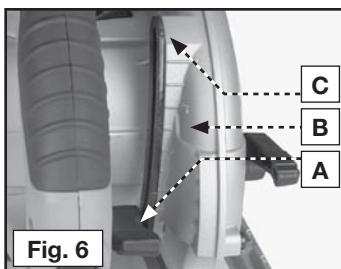

Fig. 6
- Alce el tope (la palanca ajustadora) de profundidad (A) Fig. 6 en la parte trasera de la sierra.
- TOME NOTA:** El protector superior (B) Fig. 6 está graduado en incrementos de  $1/4"$  para facilitar la fijación de la profundidad del corte. Alinee la marca de profundidad (C) Fig. 6 con la marca graduada de profundidad deseada en el protector.